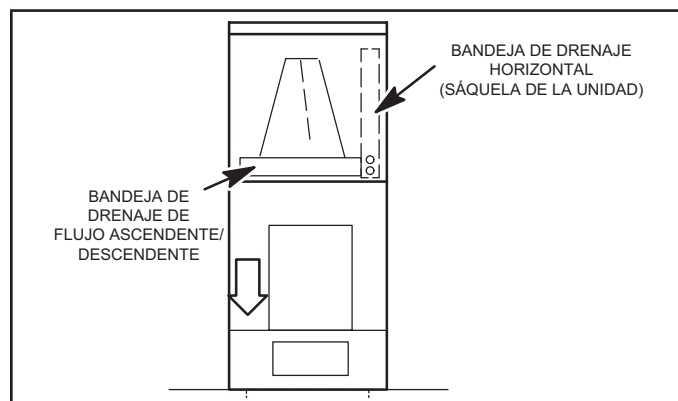

FIGURA 13. Posición de descarga de flujo descendente
- 2 - Para lograr mayor eficiencia y flujo de aire, retire el colector de drenaje horizontal de las unidades en posición de flujo descendente como se ilustra en la figura 13.
- 3 - Gire el gabinete 180° a partir de la posición vertical. Ver la Figura 13. Es posible que deba quitar primero el conjunto del soplador para que el gabinete no sea tan pesado al levantarlo.